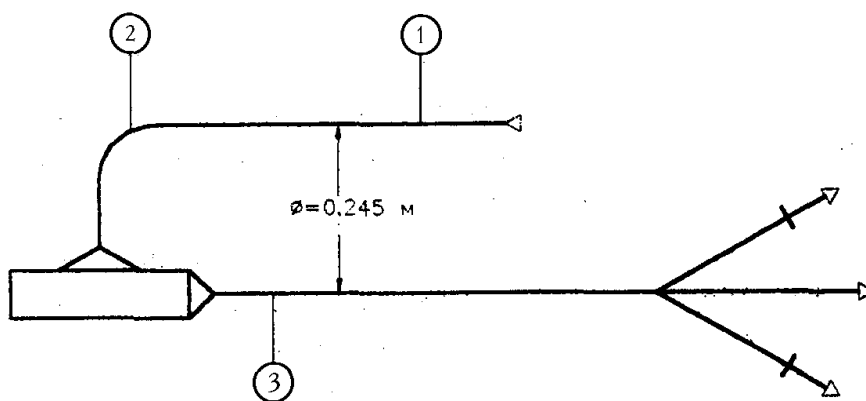

Рис. 4 - Схема вентиляційної мережі
2.1. Виконати вимірювання тиску в чотирьох перерізах вентмережі (рис. 4). Результати вимірювання занести в таблицю.